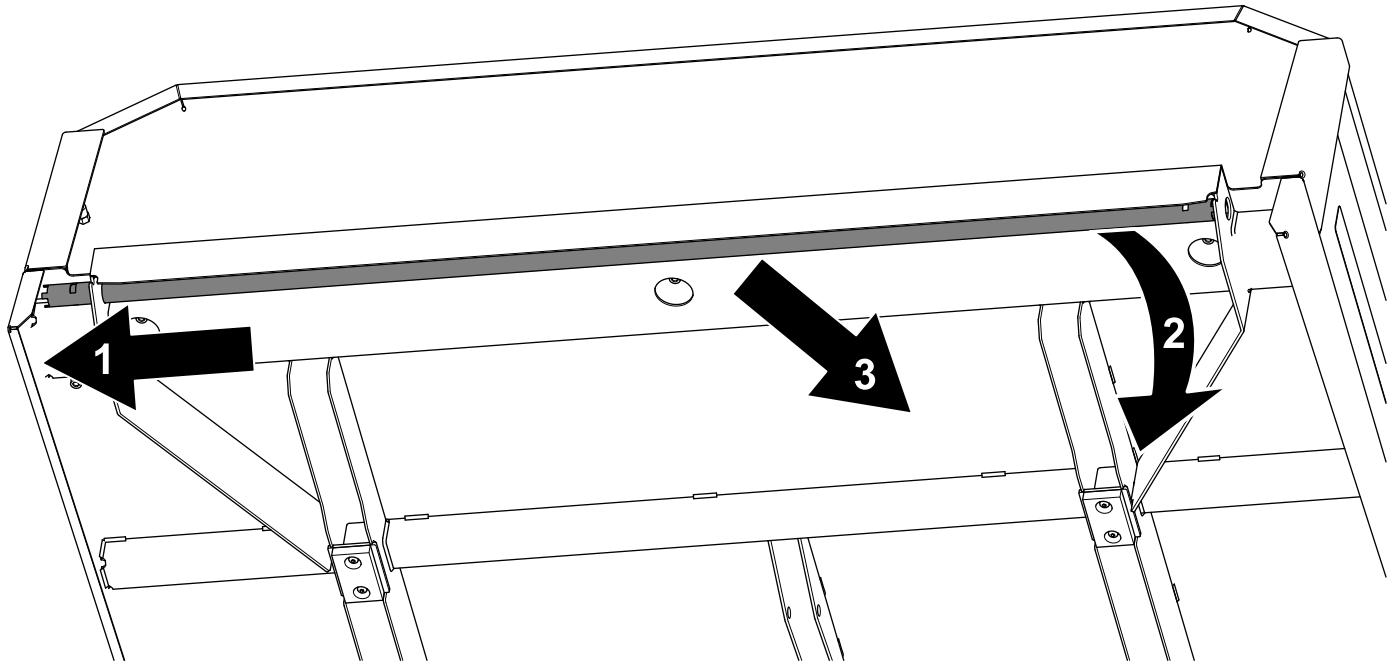

Figura 11
5. Mientras desliza el tubo del enganche hacia el medio de la máquina, cuando caiga un lado del tubo, tire del tubo hacia usted (Figura 11).